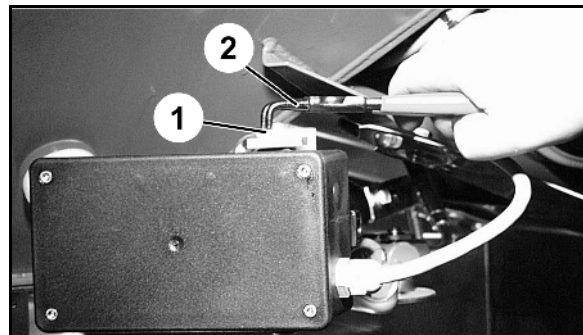

図 12
1. 両側の固定クリップ（図 12/1）をペンチ（図 12/2）で取り外します。